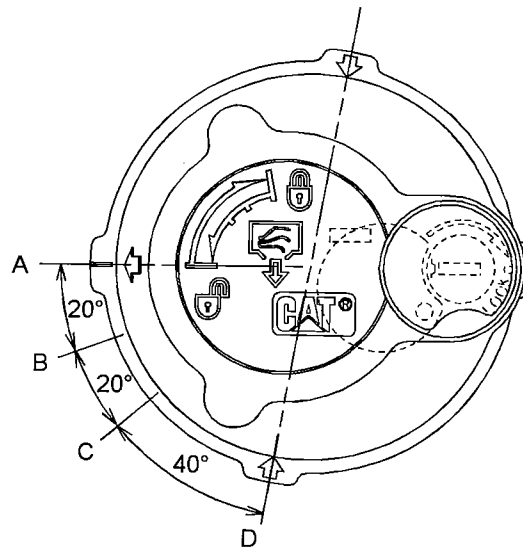

Ilustración 462
1. Suelte la presión que puede haber en el circuito hidráulico de retorno con el siguiente procedimiento. Consulte la Ilustración 462 para ver las posiciones de la tapa del tubo de llenado.
- a. Gire la tapa del tubo de llenado hacia la izquierda, sin aplicar fuerza hacia abajo, y mueva la flecha de la posición (A) a la posición (B).
- b. Suelte la presión durante un mínimo de 45 segundos moviendo la flecha de la posición (B) a la posición (C).
- c. Empuje el centro de la tapa del tubo de llenado hacia abajo. Sin inclinar la tapa del tubo de llenado, mueva la flecha de la posición (C) a la posición (D).
- e. Apriete la tapa del tubo de llenado del tanque hidráulico hasta la posición (A).